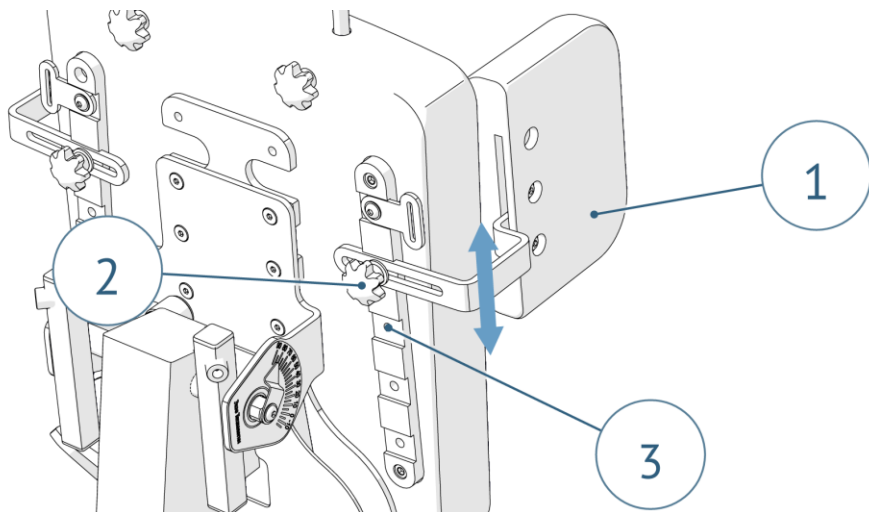

Рисунок 7. Регулировка высоты бокового упора для таза
Для регулировки высоты боковых упоров для бедер (1) отверните рукоятку (2) и поместите упор в нужный паз на направляющем профиле (3). Далее затяните в соответствующее отверстие рукоятку (2) для фиксации упора (рис. 7).